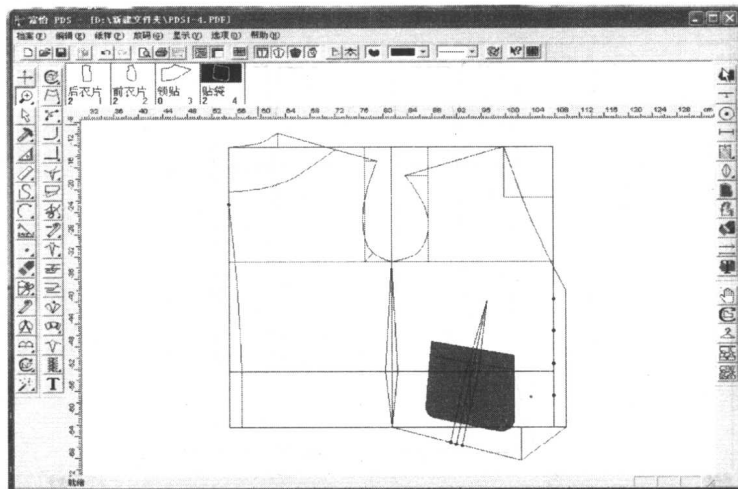

图 1-4-2
3. 运用相关命令将贴袋底边线段圆角画圆顺, 袋口贴边绘制 2.5cm 的等距线段, 如图 1-4-2 所示。